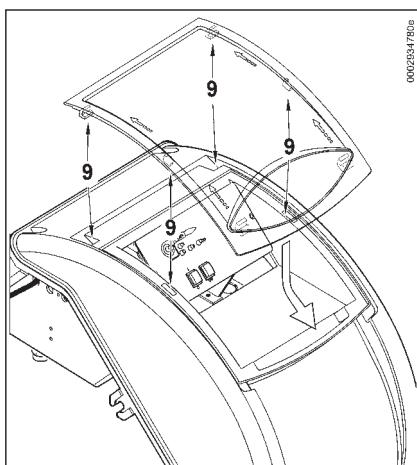

Рисунок 5
- Для правильного расположения прозрачного окошка на щите (рис. 5) поместите крюки в соответствующие гнезда (9) и продвигайте окошко в направлении, указанном стрелкой, до тех пор, пока не услышите лёгкий щелчок. Теперь должное уплотнение гарантировано.